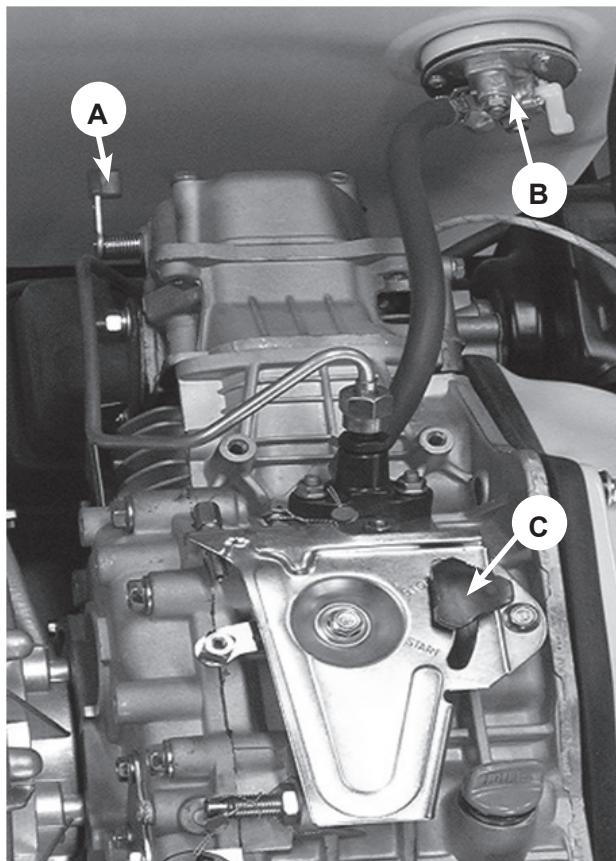

Рис.11
2. Откройте топливный кран (B) Рис.11
4. Переведите рычаг регулировки оборотов (C) в положение «Старт» Рис.11
6. Опустите рычаг декомпрессора (A) вниз Рис.11 (он автоматически вернется в исходное положение, после запуска или когда вы снова потяните шнур стартера).
8. После запуска рычагом (C) установите необходимое количество оборотов двигателя.
3. Откройте топливный кран(B) Рис.11
5. Переведите рычаг регулировки оборотов (C) в положение «Старт»Рис.11
6. Опустите рычаг декомпрессора(A) вниз (рис.11)
- Закройте топливный кран(В) Рис.11